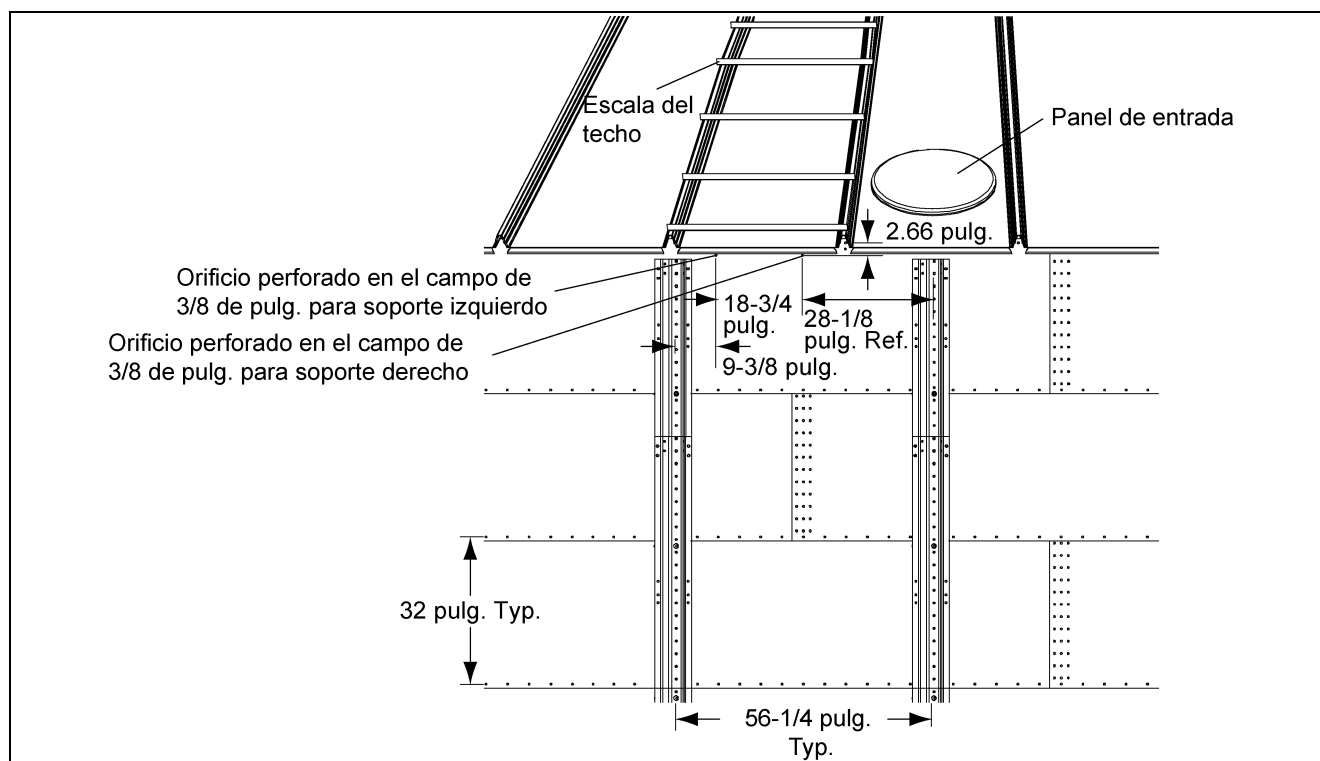

Figura 6C
Los soportes iniciales se deben ubicar directamente debajo de la escala del techo. Antes de que se instalen los soportes iniciales, se deben perforar en el campo dos (2) orificios de 3/8 de pulg. a 2.66 pulg. abajo y directamente en línea con la fila superior de los orificios horizontales pre-perforados. El primer orificio que se requiere para el soporte inicial izquierdo se debe ubicar a 9-3/8 pulg. desde el centro del soporte (STIFFENER) hasta el centro del orificio. El segundo orificio que se requiere para el soporte inicial derecho se debe ubicar a 18-3/4 pulg. desde el centro del primer orificio. Refiérase a la Figura 6C para la ubicación adecuada de los dos (2) orificios de 3/8 de pulg. que se perforan en el campo que se requieren para la instalación de los soportes iniciales.